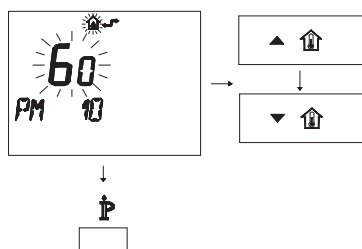

Figura 5.103
- Per modificare il SET programmato agire sui pulsanti  o  e aspettare che il numero programmato cominci a lampeggiare (Figura 5.103).